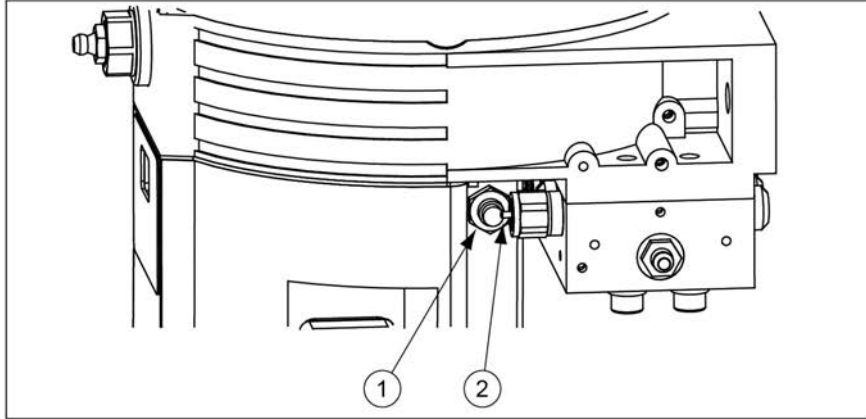

図 11. 近接スイッチ (2) およびコントロールピン (2)
1. 運転者ボタン (2) を押して、故障を確認します。点滅するメッセージが点灯に変わります。
3. 運転者ボタン (2) を 2 秒間押して、グリース注入を開始し、インジケーター ピン (コントロールピン) が近接スイッチを越えるまで続けます。を参照してください 図 11。